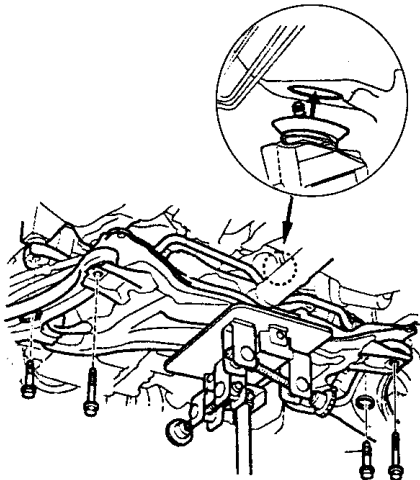

图 7-30 将小齿轮轴穿入驾驶室
- 5) 如图 7-30 所示，使用千斤顶，小心举升后梁，然后将小齿轮轴穿入驾驶室。确认小齿轮轴的锁环可靠就位。检查小齿轮轴是否不会转动。安装不正确会造成漏水、渗泥并发出噪声。小心不要让转向节的边缘等损坏下臂球头护罩。